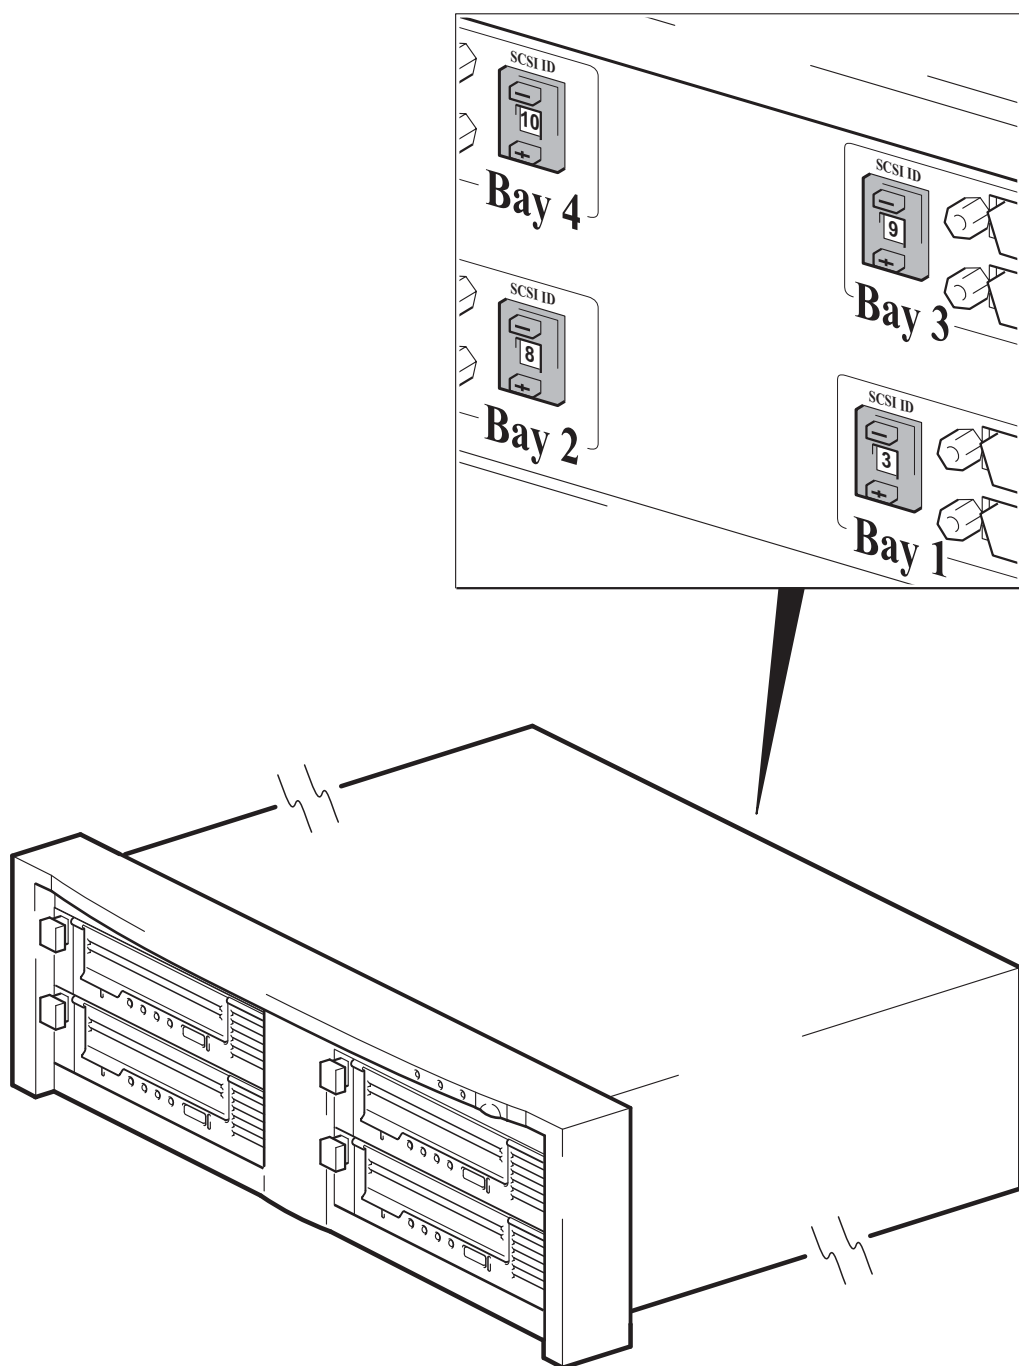

図 5: SCSI ID の設定
- 2 スイッチを正しく設定します。図 5 に、HP StorageWorks Tape Array 5300 の背面パネルのアドレス・スイッチを示します。